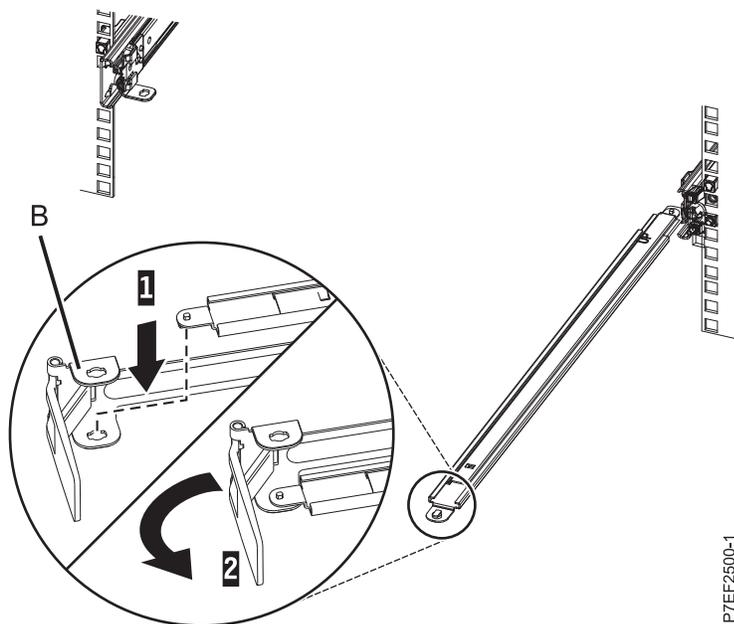

図 11. サポート・アームへのケーブル・マネジメント停止ブラケットの固定
3. L字型のケーブル・マネジメント停止ブラケット (B) の下部内側の隅にある穴を見つけます。サポート・アーム先端の下面にあるロック用タブがブラケットの穴の位置に合うように、サポート・アームの接続されていない端の位置を合わせます。タブを穴 (1) に挿し込み、ブラケット (2) を回して、サポート・アームに固定します。詳しくは、9 ページの図 11 を参照してください。